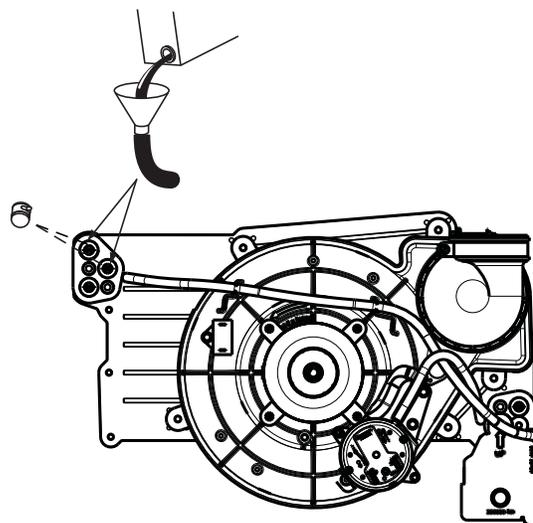

Fig. 59 - Amorcage du siphon de condensat
4. Retirer le bouchon du haut en caoutchouc inutilisé du boîtier du collecteur, à l'opposé du siphon de condensat. Voir la Fig 59.
9. Retirer le bouchon intermédiaire en caoutchouc inutilisé de l'orifice du boîtier du collecteur, à l'opposé du siphon de condensat. Voir la Fig. 59.